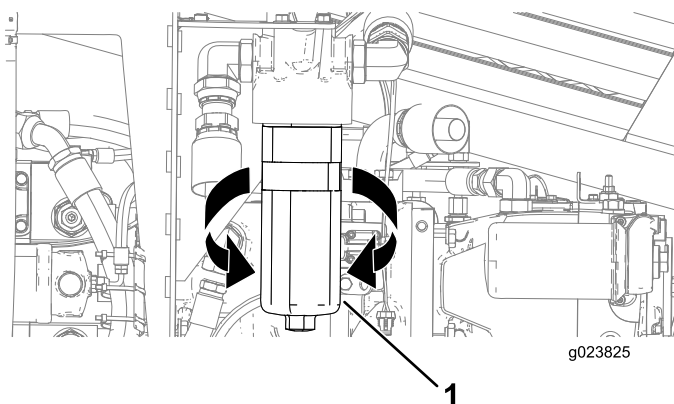

Рисунок 122
3. Поместите сливной поддон или уложите ветошь под фильтр линии нагнетания (Рисунок 122).
4. Поверните фильтр линии высокого давления гидросистемы против часовой стрелки и снимите его (Рисунок 122).
6. Совместите фильтр высокого давления гидросистемы с местом его посадки и поверните его по часовой стрелке до достижения момента затяжки 61 Н-м (45 фунт-футов), как показано на (Рисунок 122).